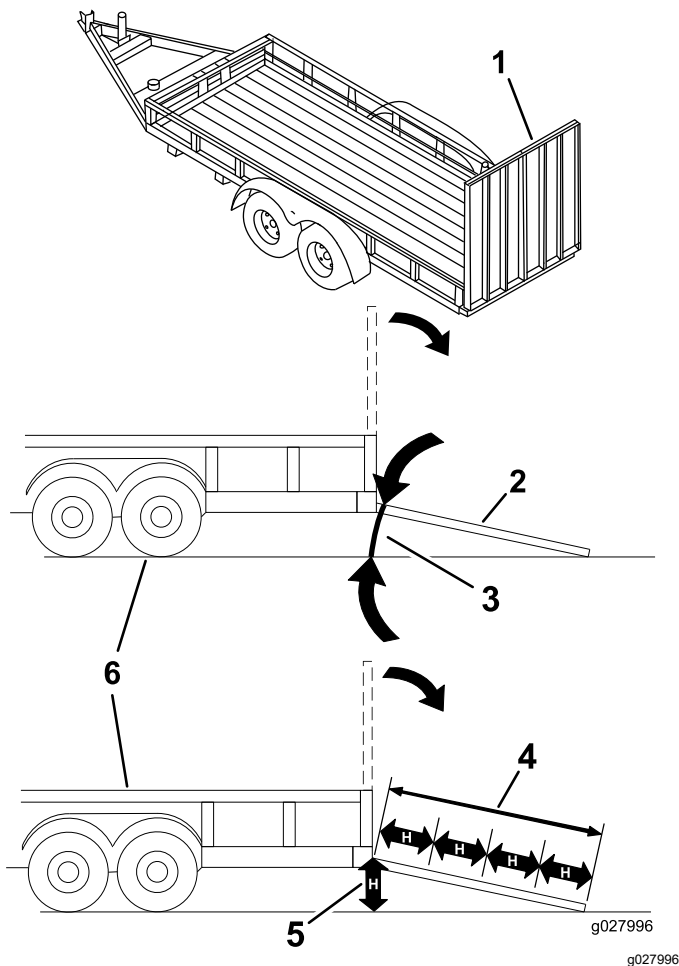

Figure 29
Le chargement de la machine sur une remorque ou un camion augmente le risque de basculement, et donc de blessures graves ou mortelles (Figure 29).
1. Abaissez la rampe pour que l'angle avec le sol ne dépasse pas 15 degrés (Figure 29).